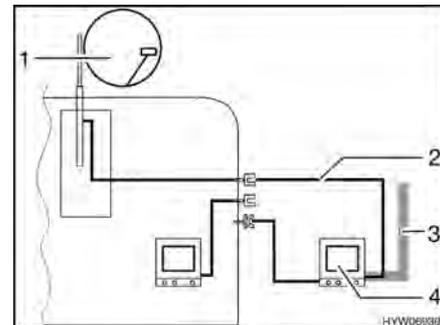

Bild 111 TV im Vorzelt
- TV im Vorzelt (Bild 111,4): Anschluss an Dachantenne (Bild 111,1) mit Verbindungskabel (Bild 111,2)
- TV im Vorzelt (Bild 111,4): Anschluss an externe Antenne (Bild 111,3)